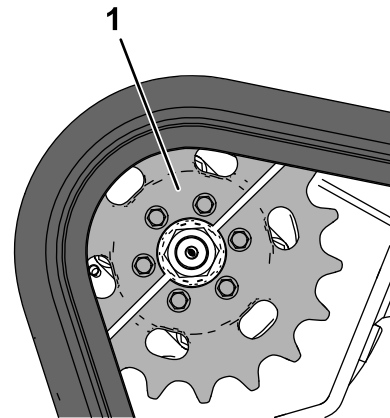

Bild 60
2. Stellen Sie die Maschine auf einer ebenen Fläche ab, achten Sie darauf, dass nur eine Kettenradhälfte in die Kette eingreift (**Bild 60**).